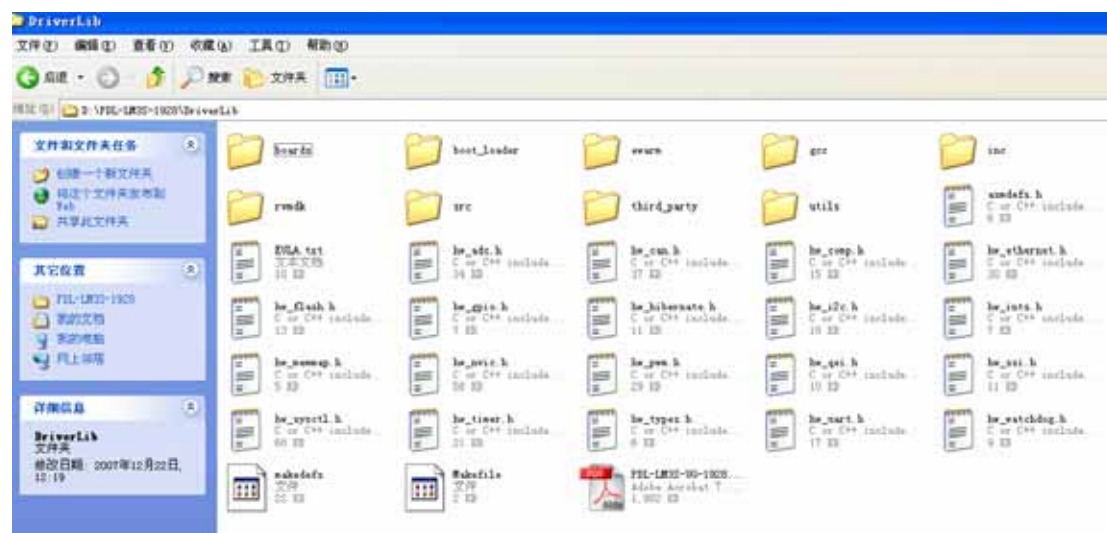

图 2.4 原驱动库头文件目录
1. 打开目录“D:\PDL-LM3S-1928\DriverLib”如图 2.4 所示。
第一步是：将图 2.4 中的所有.h 文件，拷贝到新建的“Luminary”文件夹下。
第二步是：打开图 2.4 中的“src”文件，将该文件下的所有.h 和.c 文件，拷贝到新建的“Luminary”文件夹下。
第三步是：打开图 2.4 中的“inc”文件，将该文件下的所有.h 文件，拷贝到新建的“Luminary”文件夹下。
3. 将图 2.4 中的“driverlib.r79”复制一份，然后粘贴到新建的“Luminary”文件夹下，即“C:\Program Files\IAR Systems\Embedded Workbench 4.0 Kickstart\arm\lib\Luminary”目录下。如图 2.9 所示。